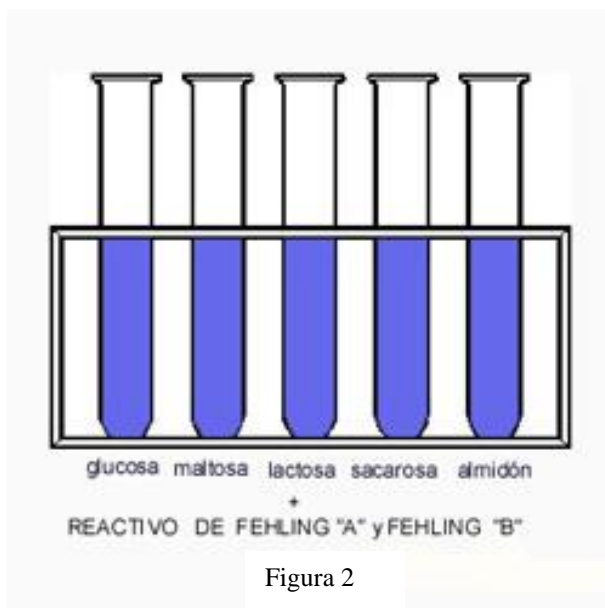

Figura 2
- ❖ Realizar la Prueba de Fehling como se indica al principio de página. Figura 2.